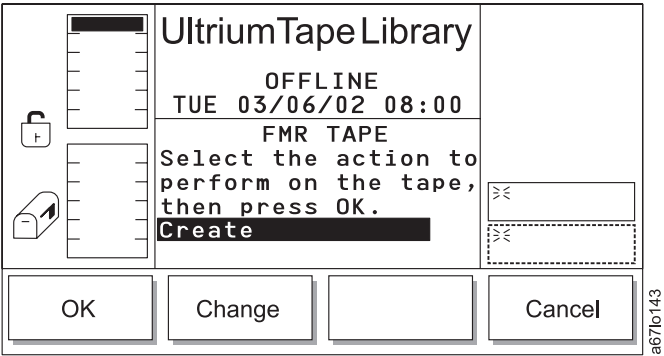

Abbildung 193. Dialog für FMR-Band
- Wird **FMR Tape** ausgewählt, erscheint der Dialog für FMR-Band (siehe Abb. 193 auf Seite 206).
Tabelle 142. Übersetzung von Abb. 193, Dialog für FMR-Band